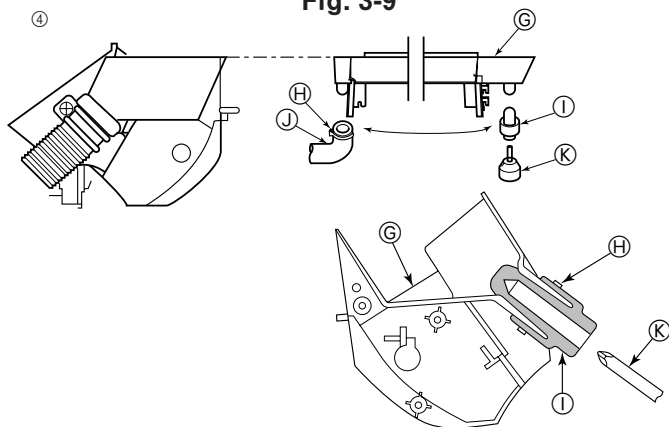

Fig. 3-10
④ Ο σωλήνας αποχέτευσης μπορεί να συνδεθεί σε δύο διαφορετικές θέσεις. Χρησιμοποιήστε τη θέση που σας διευκολύνει καλύτερα και, εφόσον χρειάζεται, αλλάξτε τη θέση του δοχείου αποχέτευσης, του λαστιχένιου πώματος και του σωλήνα αποχέτευσης. (Fig. 3-10)